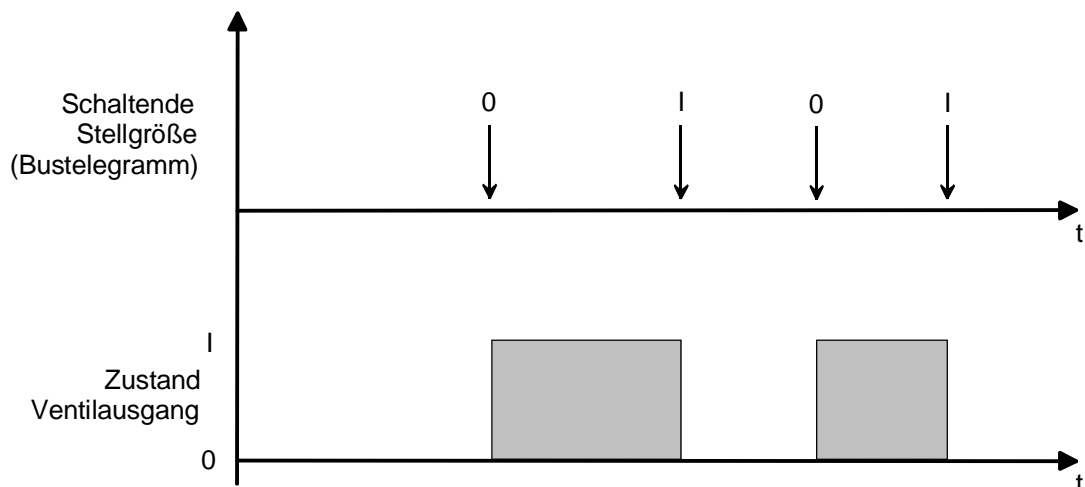

Bild 50: Umsetzung einer schaltenden Stellgröße in ein Ausgangssignal bei stromlos geöffneten Ventilantrieben (Beispiel)
- Den Parameter "Ventil-Wirksinn (Ventil im stromlosen Zustand)" einstellen auf "geöffnet". Bei schaltenden Stellgrößen wird das über das Objekt "Stellgröße" empfangene Schalttelegramm direkt an den entsprechenden Ausgang des Aktors weitergeleitet. Bei einem empfangenen "EIN"-Telegramm wird der Ausgang nicht bestromt und somit das Ventil vollständig geöffnet. Das Ventil wird durch Einschalten des Ausgangs vollständig geschlossen, wenn ein "AUS"-Telegramm empfangen wird (siehe Bild 50).